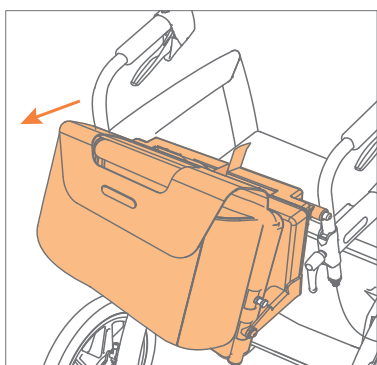

Abbildung 29: Das Rollstuhlpaket mit der Tasche zu Ihnen gerichtet.
- Halten Sie das Rollz Rollstuhlpaket mit der Tasche zu Ihnen gerichtet (**Abbildung 29**).